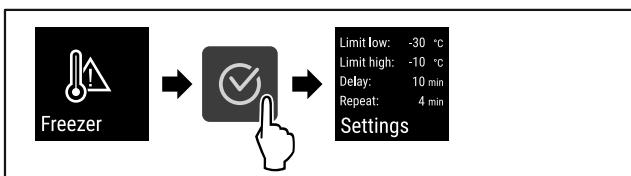

Fig. 103
- Vykonajte kroky akcie (pozri Fig. 103) .